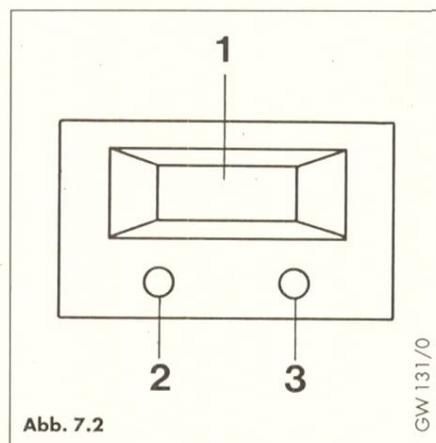
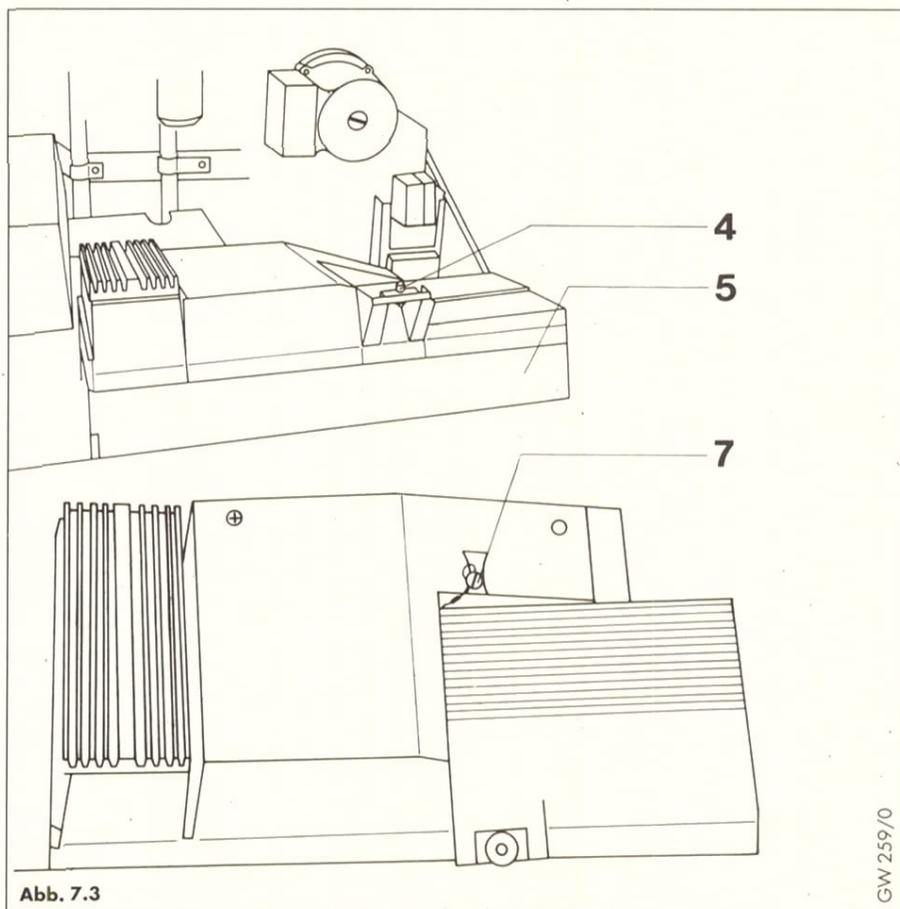

Abb. 7.2
Abb. 7.3
Legende zu Abb. 7.2 und 7.3
Das Gerät ist werkseitig auf die größte Wärmeleistung eingestellt (Potentiometer (7, Abb. 7.3) gegen Rechtsanschlag – entspricht Displaywert 80).
- Die beiden unter dem Display (1; Abb. 7.2) befindlichen Taster (2 und 3) mit Hilfe von Kugelschreibern o.ä. **gleichzeitig** kurz betätigen (im Display erscheint die Anzeige d0).
- Durch Betätigung des rechten Tasters (3) erfolgt im Display die Anzeige „80“.
- Unverlierbare Schraube (4; Abb. 7.3) lösen und Schaltkasten (5) nach vorn herausklappen. Rückwand nicht abnehmen.
- Am Potentiometer (7, Abb. 7.3) den ermittelten Displaywert einstellen. Linksdrehen – **niedriger** Rechtsdrehen – **höher** Der eingestellte Wert kann ständig auf dem Display kontrolliert werden.